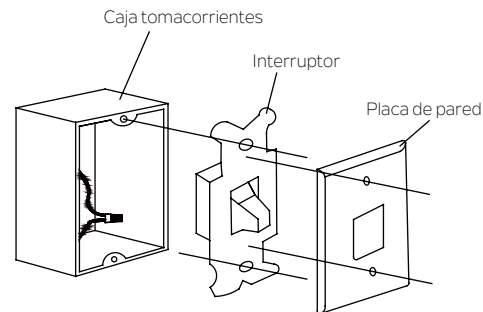

Fig. 25
**Paso 1.** Retirar la placa de pared existente y el interruptor viejo de la caja tomacorrientes de pared. Cablear la tuerca de los cables NEGROS (caliente) juntos y empujar hacia atrás dentro de la caja tomacorrientes de pared (Fig. 25) o seleccione la ubicación deseada con una nueva caja tomacorrientes de pared.